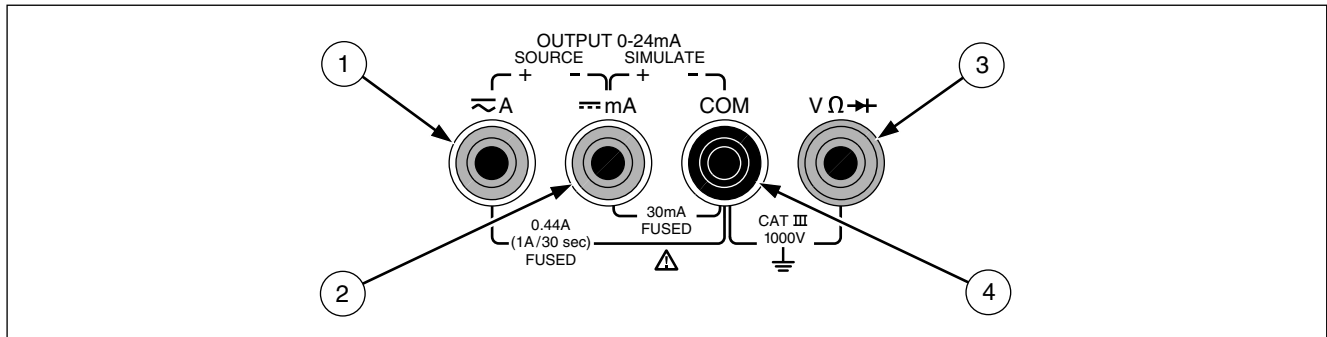

Figura 2. Bocche di ingresso/uscita
- La figura 2 e la tabella 2 descrivono le bocche di ingresso/uscita.